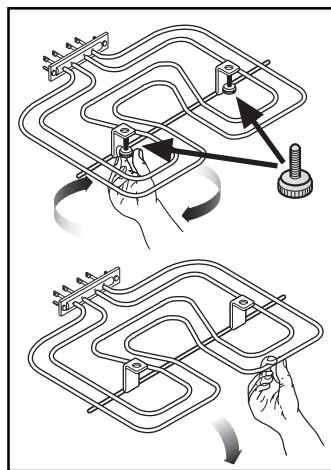

Fig. 27
- Dévissez les vis moletées (Fig. 27). La première fois que vous faites cette opération, nous vous recommandons d'utiliser un tournevis.